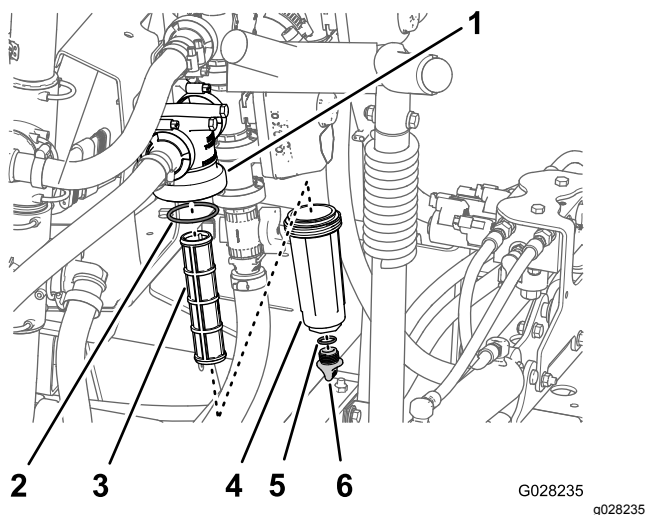

Рисунок 101
2. Поместите сливной поддон под фильтр линии нагнетания (Рисунок 101).
3. Поверните маслосливную пробку против часовой стрелки и снимите ее со стакана фильтра нагнетания (Рисунок 101).
4. Поверните стакан против часовой стрелки и снимите его с головки фильтра (Рисунок 101).
5. Извлеките старый элемент фильтра линии нагнетания (Рисунок 101).
6. Проверьте уплотнительное кольцо сливной пробки (расположенное внутри стакана) и уплотнительное кольцо стакана (расположенное внутри головки фильтра) на повреждения и износ (Рисунок 101).
7. Вставьте новый элемент фильтра линии нагнетания в головку фильтра (Рисунок 101).
8. Установите стакан на головку фильтра и затяните вручную (Рисунок 101).
9. Установите пробку в стакан и затяните ее от руки (Рисунок 101).